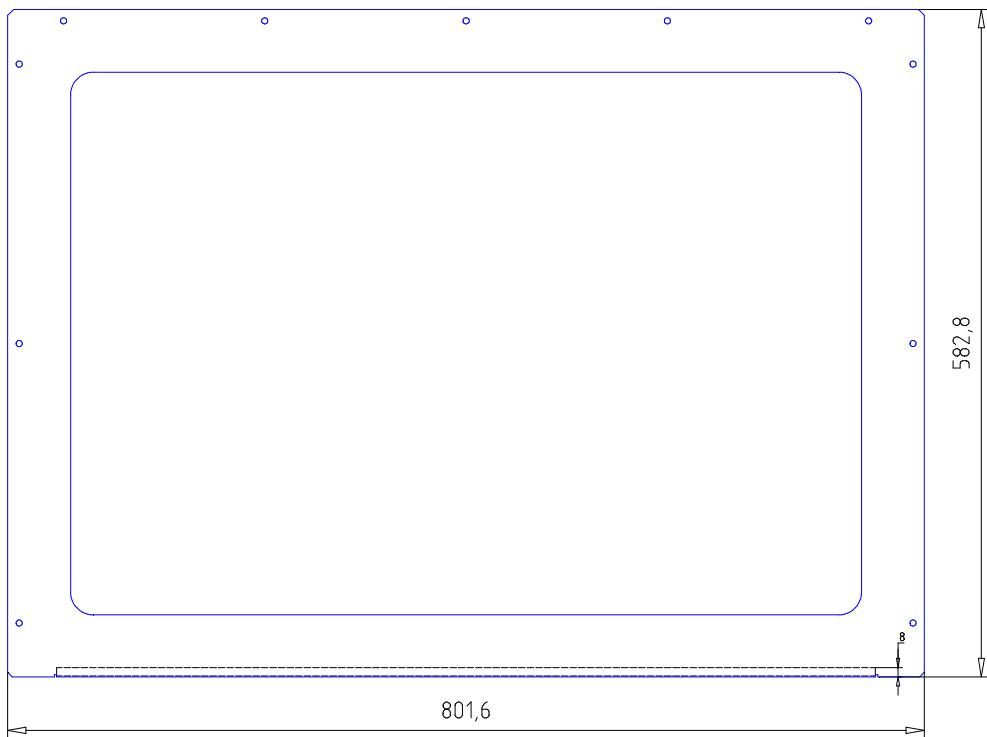
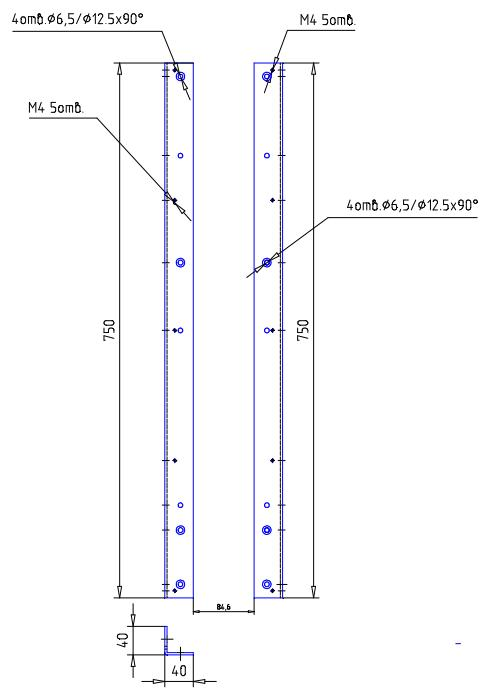
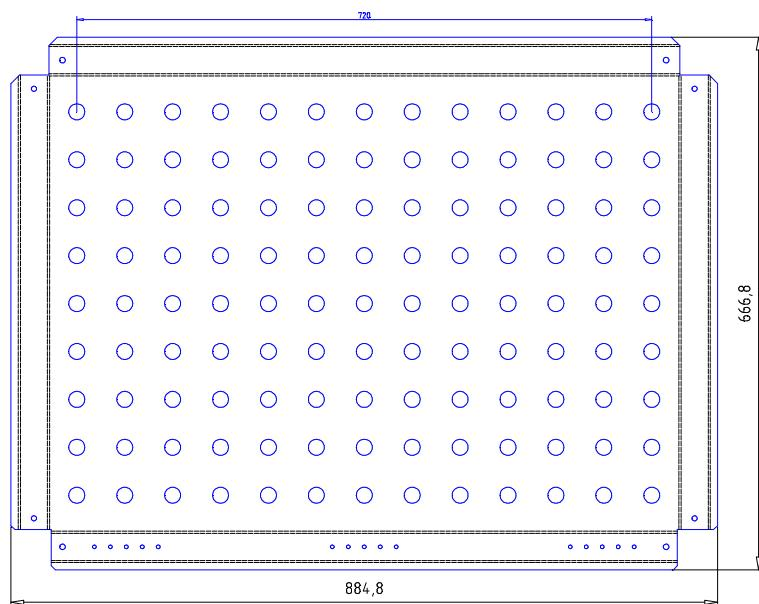

Рисунок 3.1 – Батарейный стеллаж Штиль MBS-04. Крышка верхняя
Рисунок 3.5 – Батарейный стеллаж Штиль MBS-04. Стойка задняя
Рисунок 3.6 – Батарейный стеллаж Штиль MBS-04. Полка
4.2 Соединить винтами M6*16 полки изделия (рисунок 3.6) со стойками задними (рисунок 3.5).
4.3 Соединить винтами M6*16 полки изделия (рисунок 3.6) со стойками передними (рисунок 3.3).
4.6 Закрепить винтами M4*6 верхнюю крышку изделия (рисунок 3.1) на стойках (рисунок 3.5 и 3.6)